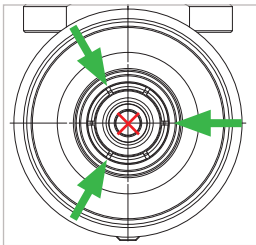

Abbildung 10
Hinweis: Achten Sie darauf, dass kein Reinigungsmittel in den Gaskanal (*Abbildung 10*) gelangt.
- ▶ Geben Sie je einen kurzen Sprühstoß mit dem Zielröhrchen zwischen jede zweite Spannzange (*Abbildung 10*).
Achtung: Der Schmierstoff darf nicht in den Gaskanal gelangen (*Abbildung 10*).